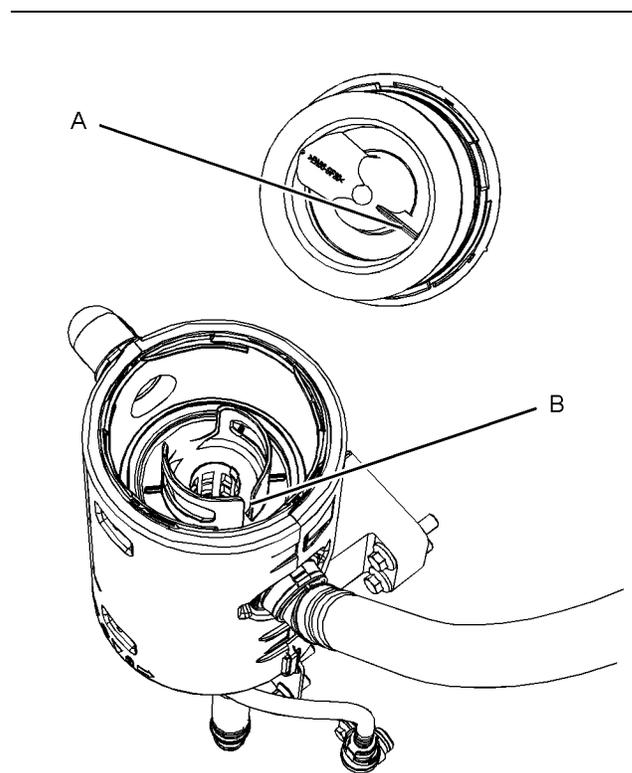

Abbildung 55
5. Ein neues Filterelement in das Gehäuse des Entlüfters (3) einsetzen. Sicherstellen, dass das Element in der richtigen Position ist, siehe Abbildung 55 . Ausrichten von Position (A) am oberen Deckel mit Position (B) am Filterelement.